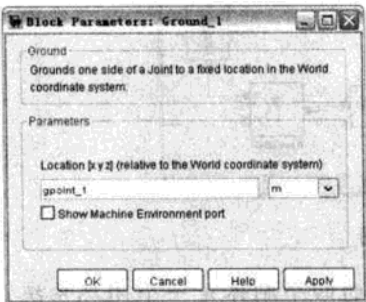

图 17.33 Ground_1 模块参数对话框
- 打开 Ground_1 模块参数对话框，在 Location 中输入[0.434 0 0.04]，或者变量 gpoint_1，如图 17.33 所示。